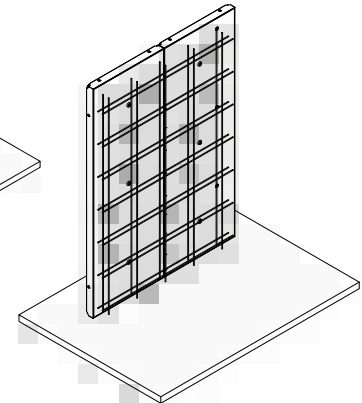

Abb. 20.2
2. Stellschalungselement stellen (Abb. 20.1 und XT-4 und -5), Bewehrungsarbeiten durchführen (Abb. 20.2).